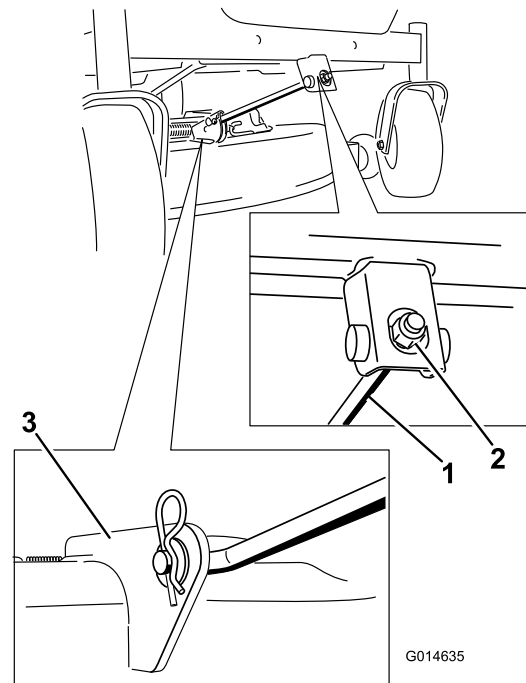

Bild 70
5. Entfernen Sie den Splint von der vorderen Stützstange und nehmen Sie die Stange aus der Mähwerkhalterung (Bild 70).
8. Befestigen Sie die vordere Stützstange mit den Lastösenbolzen und Splints am Mähwerk (**Bild 70**).